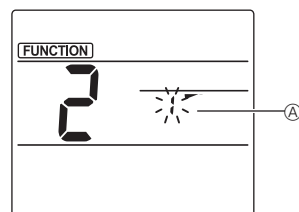

Fig. 2
② Välja nummer för fläktblad (Fig. 2)